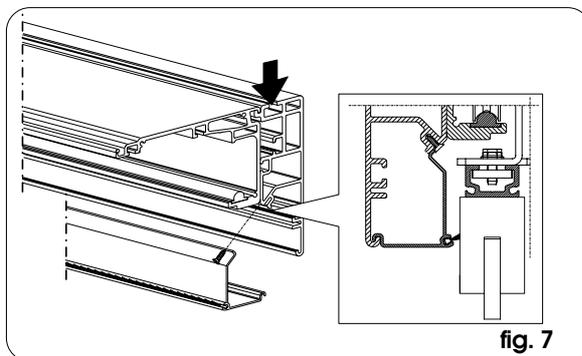

fig. 7
➤ In base alla lunghezza traversa, possono essere necessari fissaggi intermedi (sfruttando la guida indicata in fig. 7):
• Se si utilizza il profilo di chiusura per automazione autoportante, assemblarlo come in fig. 7.